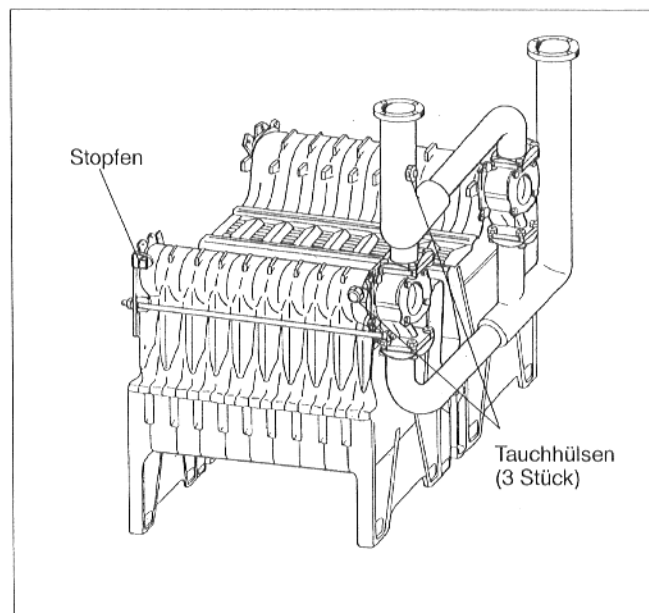

Abb.13
- Auf den Außenseiten die Tauchhülsen (1. und 2. Block) vorne und die Stopfen hinten eindichten (Abb.13).
- Im Vorlauf-Anschlußrohr die dritte Tauchhülse eindichten (Abb.13).